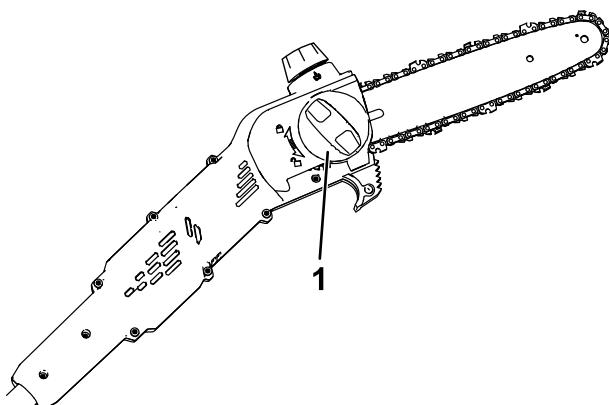
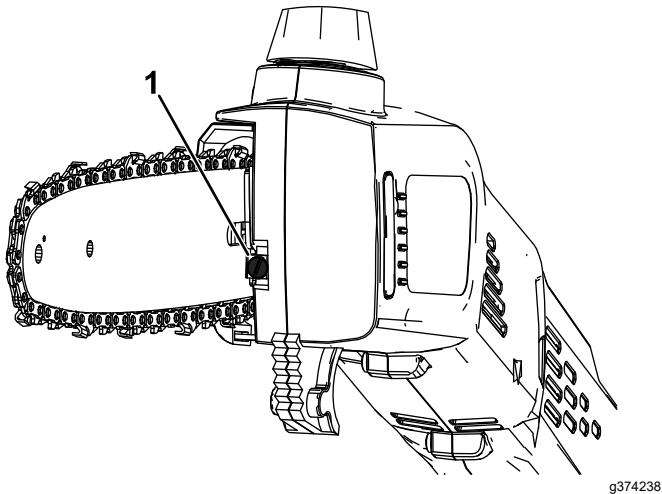

Figure 18
Figure 19
4. Dévissez le bouton du couvercle latéral du guide-chaîne pour desserrer le couvercle, mais laissez-le en place (Figure 18).
5. À l'aide de la vis de réglage de tension, ajustez la tension de la chaîne (Figure 19), puis fixez le couvercle latéral sur l'élagueuse en tournant le bouton du couvercle dans le sens horaire; vérifiez ensuite la tension (Figure 18).
- Détendez la chaîne en tournant la vis de tension dans le sens antihoraire (Figure 19).